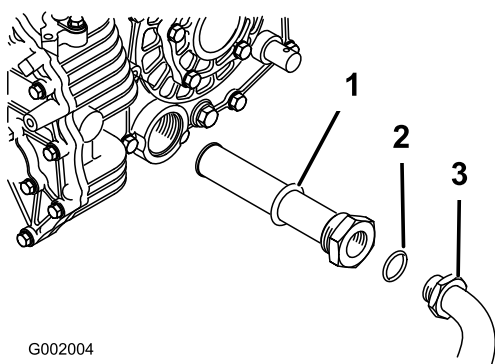

Figura 39
- Retire o tubo do hidráulico e o conector de 90° (Figura 39).